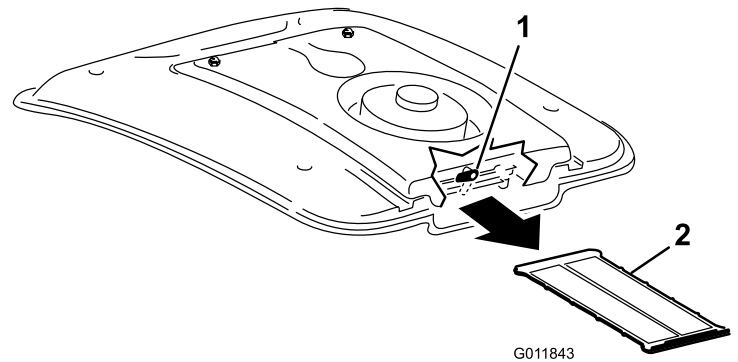

Bild 105
2. Drehen Sie den Riegel hinten an der Lüfterbefestigung zur Seite (Bild 105).
3. Schieben Sie das Klimaanlagegitter unter der Klimaanlage-spule heraus (Bild 105).
4. Reinigen Sie das Gitter gründlich mit Druckluft (Bild 105).